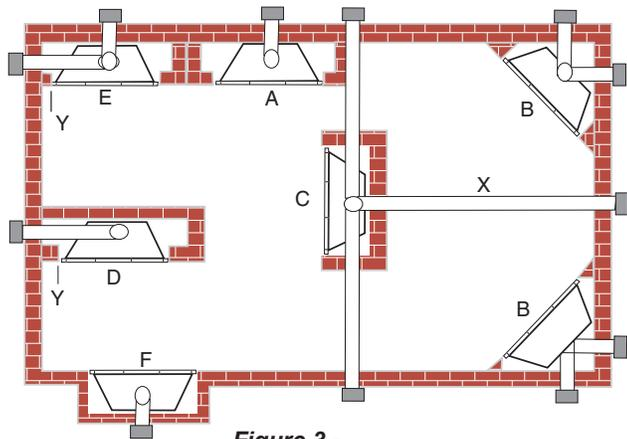

Figure 3 - Emplacement du foyer
- Ce foyer peut être installé près d'un mur, dans un coin ou dans une chasse extérieure. Voir la Figure 3 pour les emplacements suggérés.